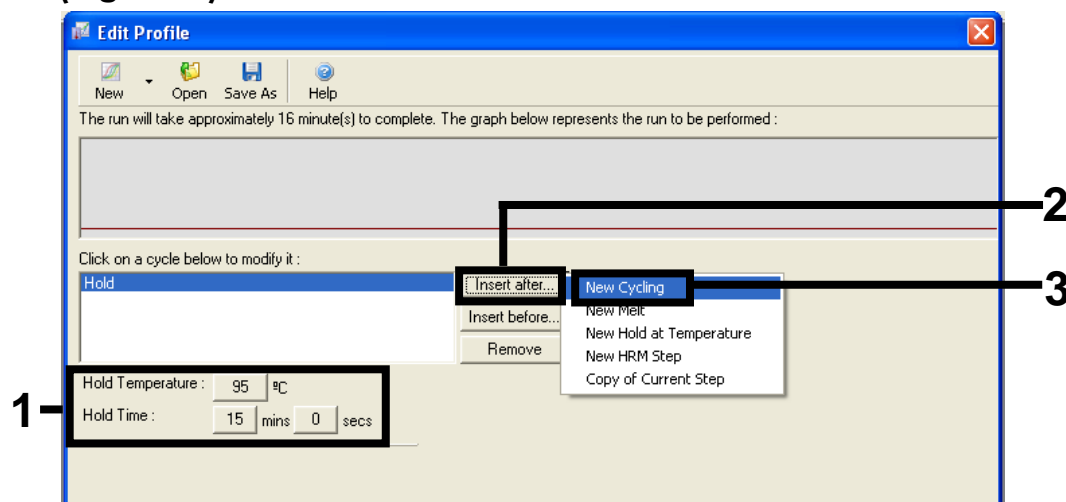

Figura 5. Passo inicial de incubação a 95 °C.
8. Altere a “Hold Temperature” para 95 °C e o “Hold Time” para 15 mins. Clique no botão “Insert After” e selecione *New Cycling* (Figura 5).